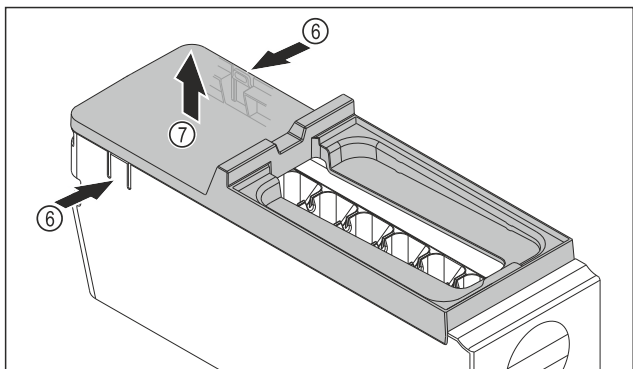

Fig. 79
- ▶ Udtagning af EasyTwist-Ice-legemets afdækning: Tryk på laskerne Fig. 79 (6) på begge sider af EasyTwist-Ice-legemet med den ene hånd.
- ▶ Tag afdækningen Fig. 79 (7) op og ud med den anden hånd.